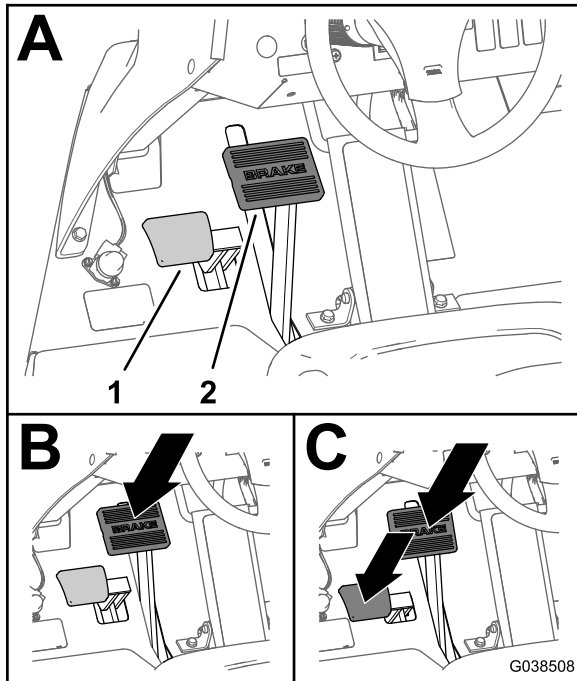

図 19
1. 通常ブレーキのペダルを踏み込む 図 19。
2. 通常ブレーキのペダルを踏み込みながら駐車ブレーキペダルを踏みこむ 図 19。